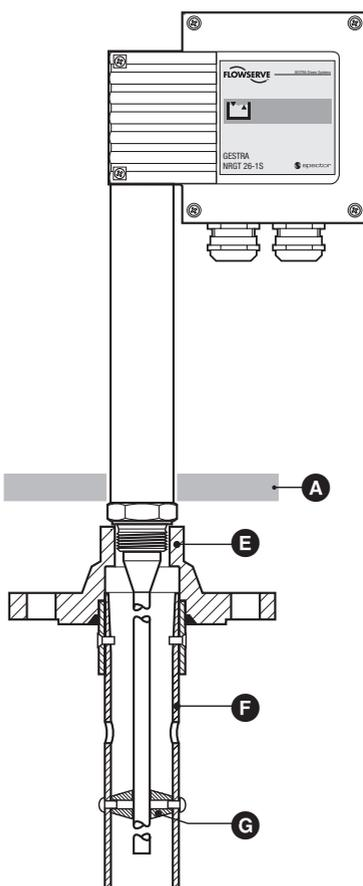

Fig. 5
2. Placer le couvercle **E** avec l'électrode de niveau sur le manchon de raccordement et le monter avec les vis : serrer uniformément les vis en croisant. **Fig. 5**